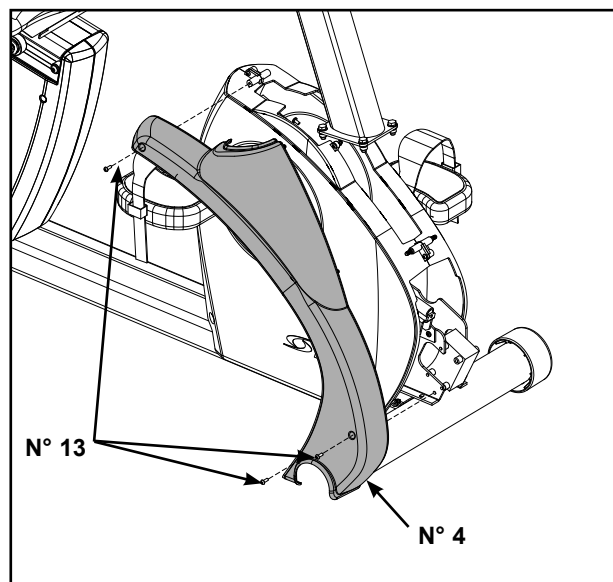

Figure 6
- A. Repérez et placez le capot avant droit (n° 4) sur l'avant de l'appareil tel qu'illustré à la figure 6.
- B. À l'aide d'un tournevis Phillips, vissez les trois vis 8-16 x 0,50 po (n° 13). Reportez-vous à la figure 6.